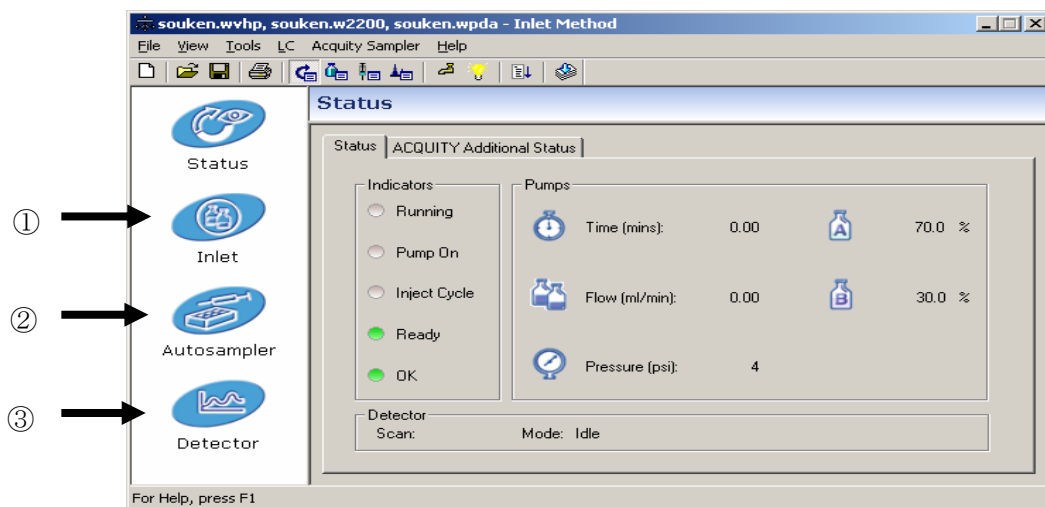

図 11 Inlet Method の作成
Inlet Method では、Inlet, Auto sampler, Detector の設定を行います。それぞれの設定は、図 11 中の①②③アイコンをクリックして行います。
(7) 入力終了後 OK を押す。(p 8 図 11 に戻ります)
（5）入力終了後 OK を押す。（p8 図 11 に戻ります）